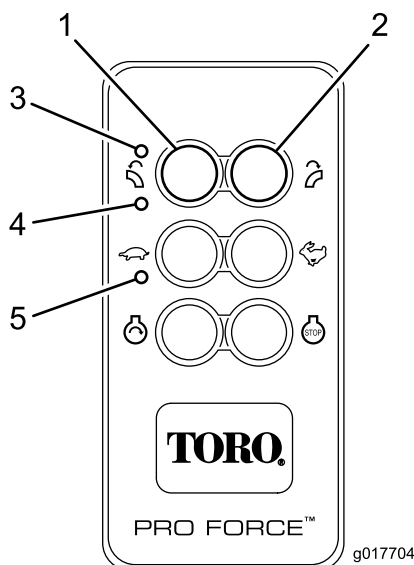

Figura 15
Il telecomando si attiva (accende) premendo qualsiasi pulsante. I LED TX e RX lampeggiano per indicare che il telecomando è attivo e comunica con la macchina. Per conservare l'energia della batteria, il telecomando resta attivo per circa tre (3) secondi prima di spegnersi automaticamente in assenza di attività sui pulsanti entro il limite dei tre secondi. Trascorso il tempo indicato, l'unità si spegne e l'attività dei LED del telecomando si interrompe (Figura 15). Premete un pulsante per riattivare il telecomando.